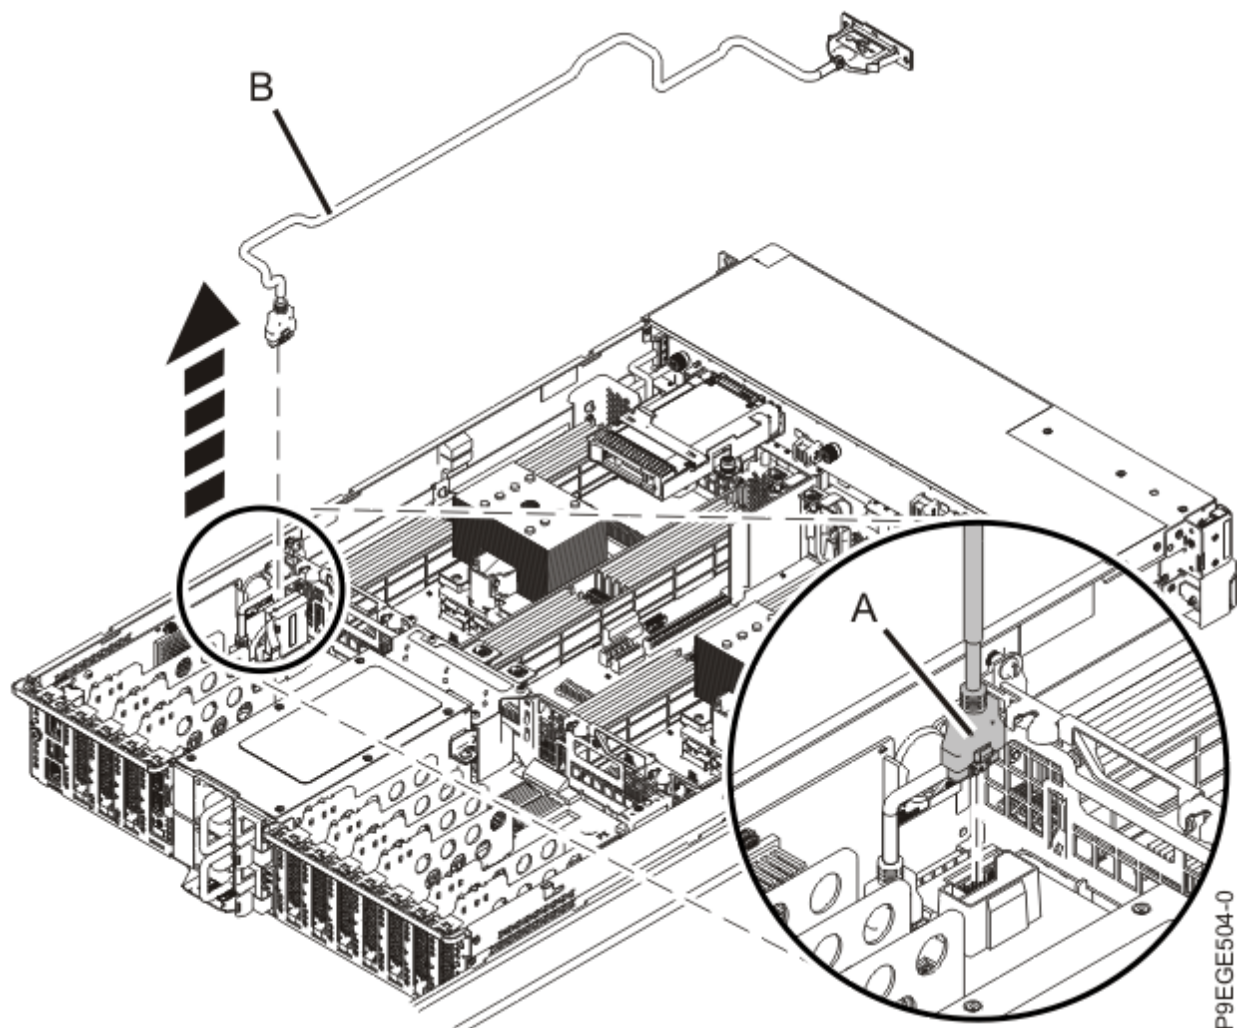

図 7. システム・バックプレーンからの前面 USB ケーブルの取り外し
3. コネクタのラッチ・リリースを押しながら、前面 USB ケーブルのプラグ **(A)** をシステム・バックプレーンから切り離します (9 ページの図 7 を参照)。